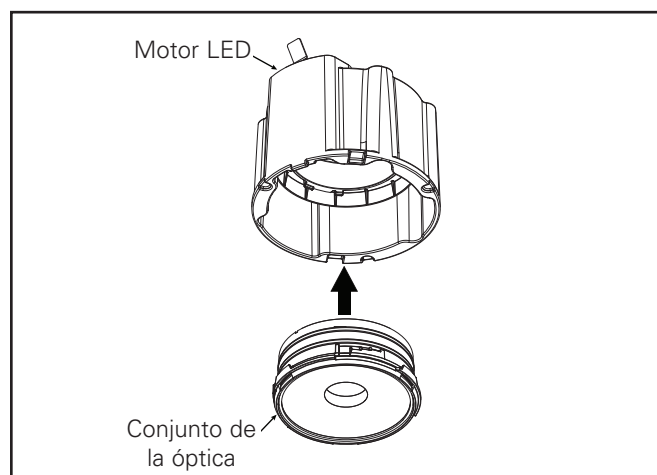
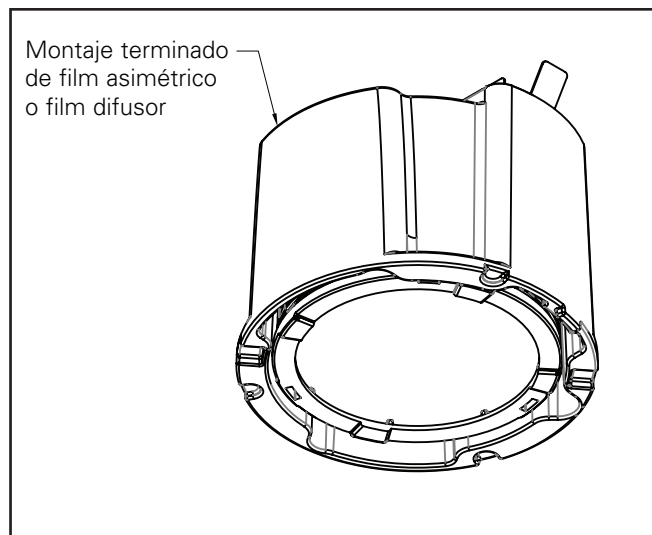
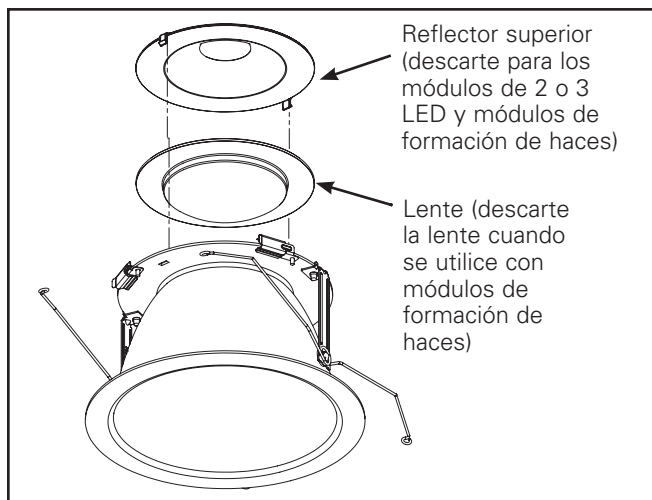

Figura 16.
Figura 25.
Figura 26.
5. Si los módulos LED tienen 2 o 3 LED, desenganche con cuidado los pestillos de plástico blancos (Figura 25 y Figura 26) para retirar el reflector superior y luego deséchelo. Conserve el reflector superior en la moldura para módulos de 1 LED
5. Si los módulos LED tienen óptica de formación de haces (Figura 16), desenganche con cuidado los pestillos de plástico blancos (Figura 25 y Figura 26) para retirar el reflector superior y la lente, luego deséchelos.
4. Sujete la unidad de la óptica al motor de la luz LED haciéndola girar a tope en el sentido de las agujas del reloj (Figura 16). Asegúrese de que la óptica está bien sujeta en su sitio.